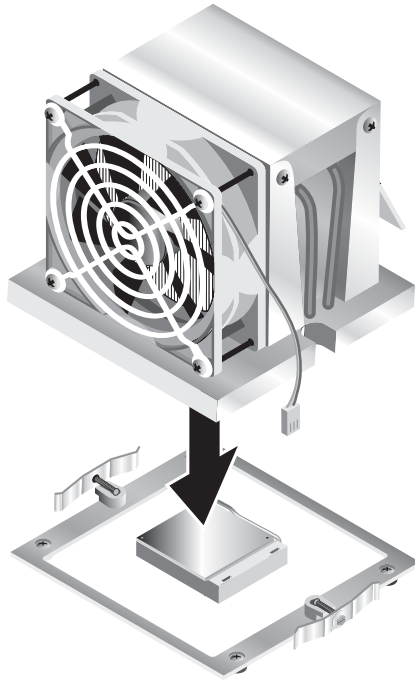

BILD 4-12 Installera kylfläns- och fläktenheten
8. Placera försiktigt kylfläns- och fläktenheten på processorn och passa in den mot fästena för att det ska bli så liten rörelse som möjligt efter den första kontakten med kylpastan (se BILD 4-12).